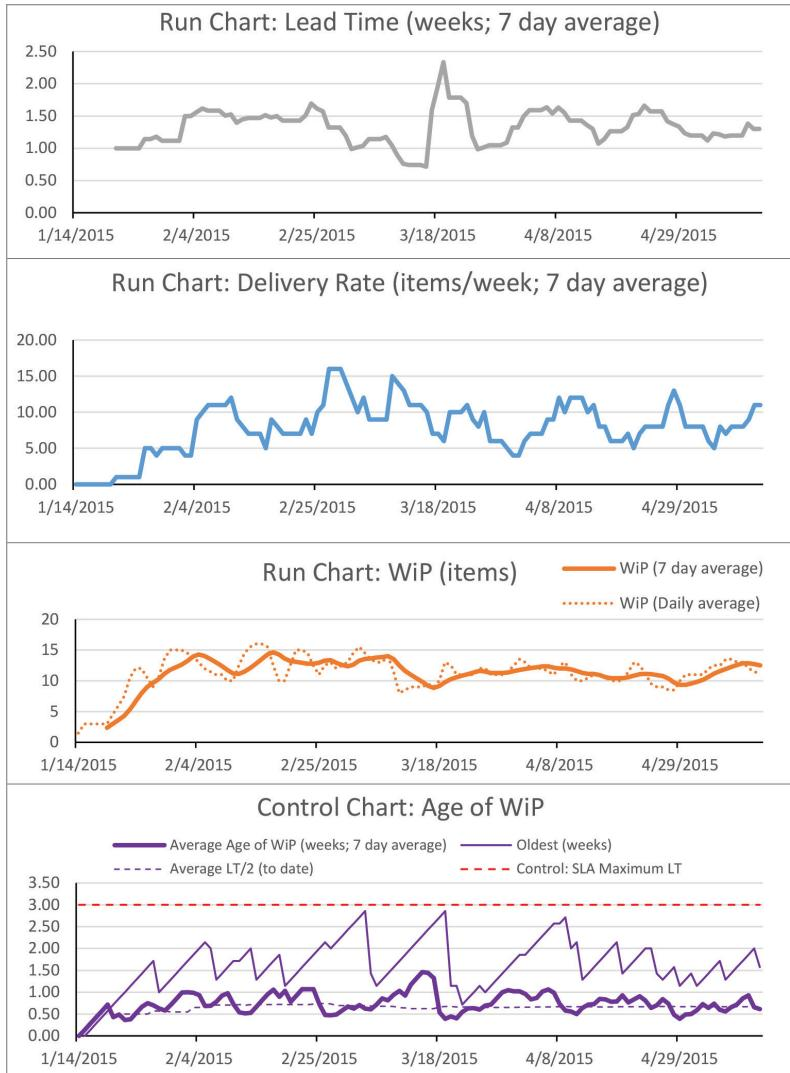

Figure 14 Diagramas de comportamiento o gráficos de control de LT, DR, WiP y Age of WiP
- **Diagramas de comportamiento** (run charts) del promedio de los tiempos de entrega, tiempos de respuesta, trabajo en curso (WiP) y el tiempo del WiP (ver Fig 14).
- **Gráficos de control** de los tiempos de entrega o del tiempo del WiP también se pueden usar. Los gráficos de control son diagramas de dispersión o diagramas de comportamiento con el añadido de rangos de control, los cuales pueden ser usados para provocar acciones que mantengan los elementos en el rango deseado. Los gráficos de control son más comunes en el mundo de la fabricación que en Kanban por la mayor variación natural y esperada que existe en el trabajo del conocimiento (ver Fig 14).